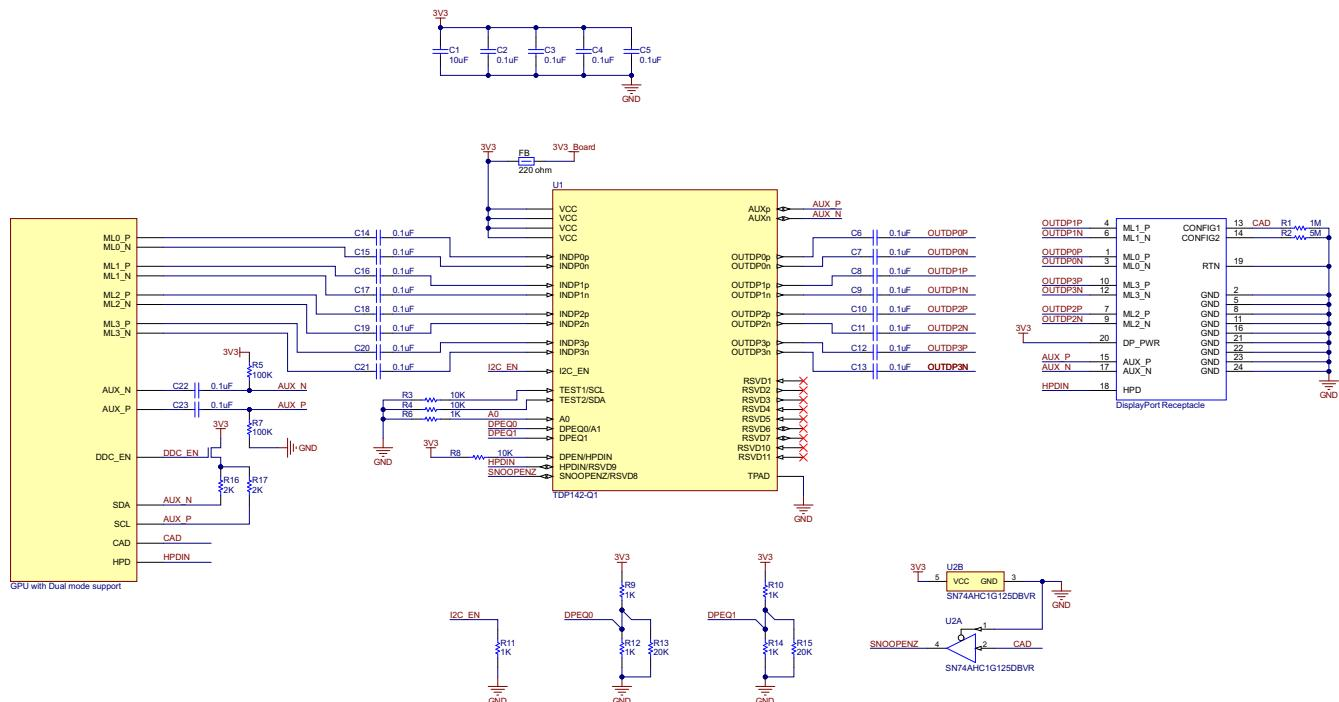

図 8-3. DisplayPort ソース アプリケーションのブロック図
図 8-3 に、ソース側アプリケーションの回路図を示します。TDP142-Q1 は、DisplayPort グラフィックス プロセッsing ユニット (GPU) と DisplayPort レセプタクルとの間に配置されます。SNOOPENZ が Low のとき、TDP142-Q1 はパワーマネージメントのために AUX トライフィックを監視します。
- AC カップリングコンデンサ、制御ピン抵抗、および推奨のデカッピングコンデンサを VCC ピンからグランドに使用するソースアプリケーションの詳細については、図 8-3 を参照してください。